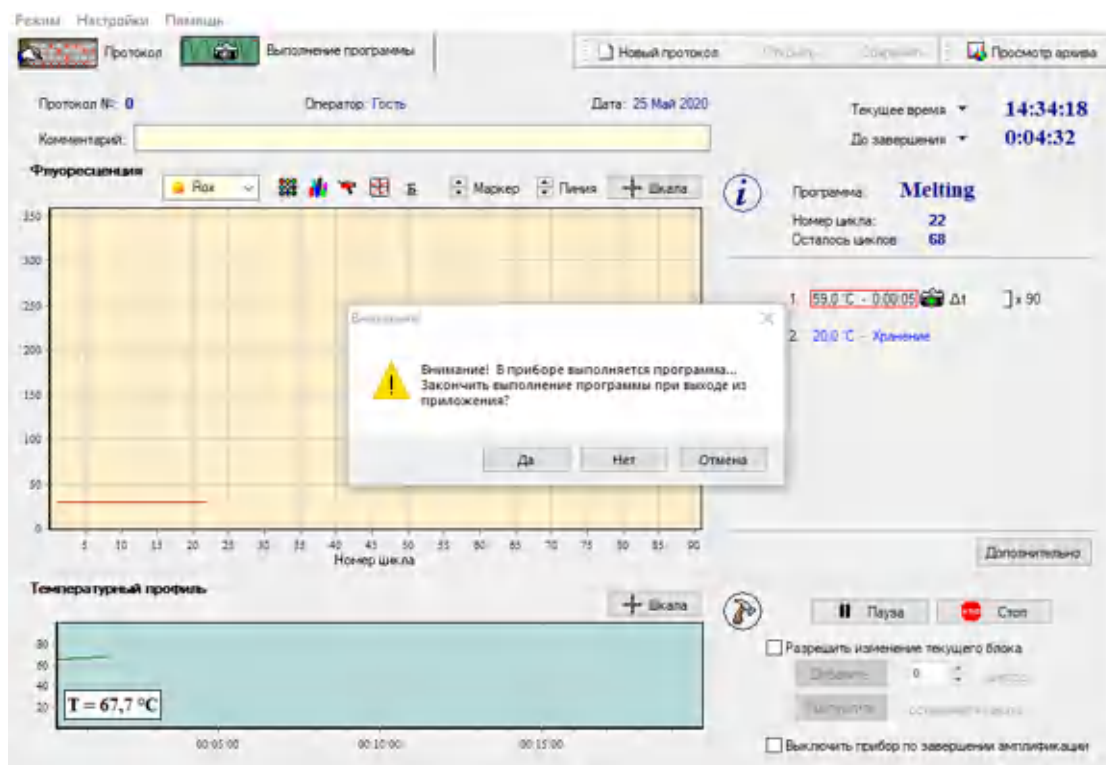

Рис.31 Окно перехода в автономный режим работы прибора
2. Закройте программу, нажав на  в правом верхнем углу ее окна, появится диалоговое окно (Рис.31). Выберите «Нет».